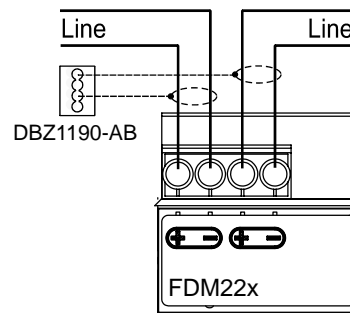

Fig. 6
2. If the detector line cables are shielded (Fig. 6), connect the shieldings to a connection terminal (to be ordered separately). The shieldings must not touch any other potentials or metal parts in the device.
3. Connect the detector line (Fig. 6).
2. Falls die Melderlinienkabel abgeschirmt sind (Fig. 6), verbinden Sie die Abschirmungen mit einer Verbindungsklemme (separat bestellen). Die Abschirmungen dürfen keine anderen Potentiale oder Metallteile im Gerät berühren.
3. Schliessen Sie die Melderlinie an (Fig. 6).
2. Si les câbles de ligne de détection sont blindés (Fig. 6), reliez les blindages avec un bornier (à commander séparément). Les écrans ne doivent être en contact avec aucun autre potentiel ou pièce métallique dans l'appareil.
3. Raccordez la ligne de détection (Fig. 6).